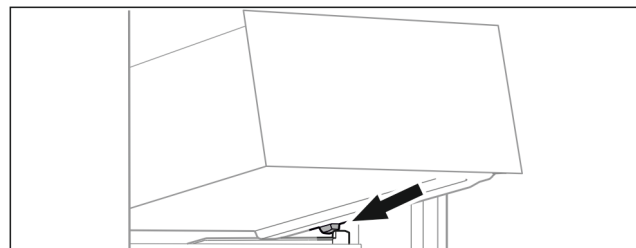

Fig. 98
- Schubfach schräg hinter den Stoppern auf Behälterrippe aufsetzen. (siehe Fig. 98)